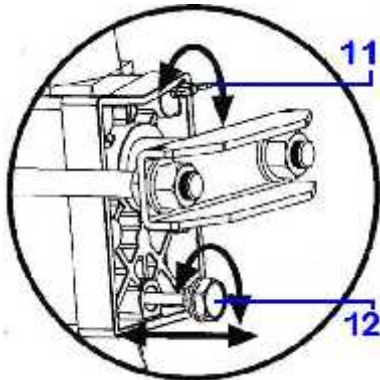
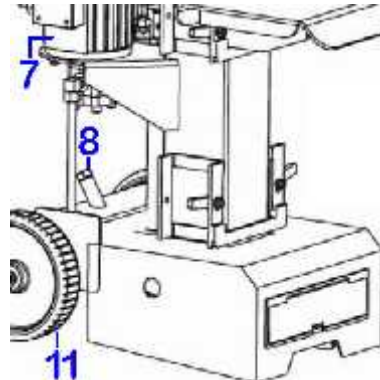

Fig.12
Fig.13
- Svitare la vite di sfiato (fig.12-(11)) di 3 o 4 giri prima di iniziare a spaccare la legna.
- Lasciare la vite di sfiato (11) aperto durante l'uso.
- Avvitare la vite di sfiato (11) dopo avere spaccato il legno.
- Allentare la vite di sfiato (Fig.13-(8)) fino a che l'aria può fuoriuscire dal serbatoio dell'olio.
- Lasciare la vite di sfiato (8) aperto durante l'uso.
- Avvitare la vite (8) dopo avere spaccato il legno.